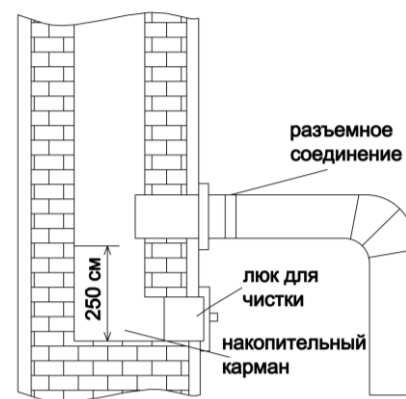

Рис. 22
4.5. Крепление трубы дымохода с дымоходом показано на рис. 22.